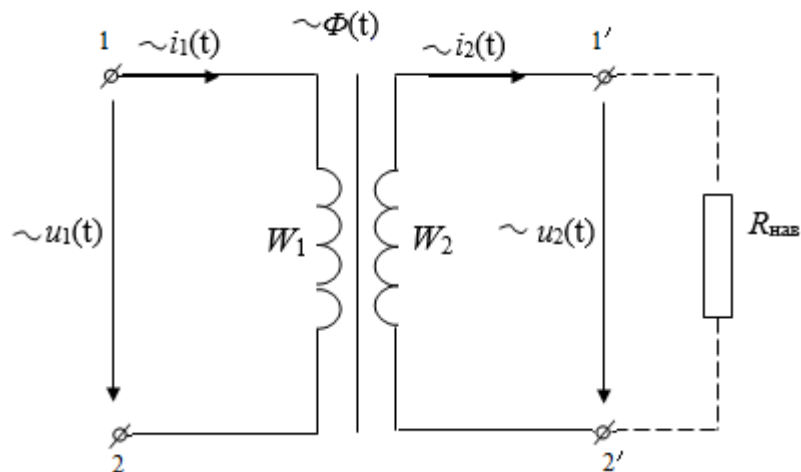

Рис.6. Принципова схема повітряного трансформатора
**Трансформатор** – статичний електромагнітний пристрій, який має дві або більше індуктивно-зв’язані обмотки, і призначений для перетворення за допомогою електромагнітної індукції однієї або кількох систем змінного струму в одну або кілька систем змінного струму (рис.6) [1].
**Transformer** – a static electromagnetic device with two or more inductively coupled windings that uses electromagnetic induction to transform one or several AC systems into one or several other AC systems (Fig.6) [1].